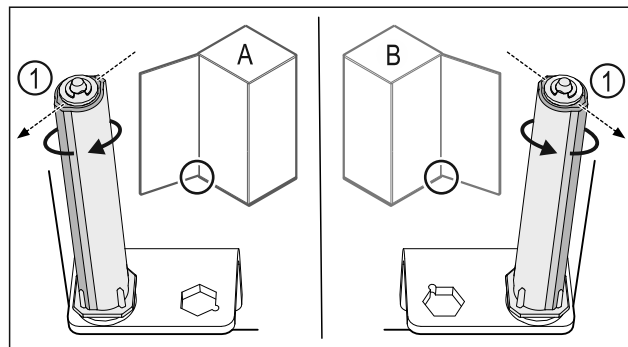

Fig. 28 Отваряне наляво (A) / отваряне надясно (B)
- ▶ Въртете затварящата система срещу съпротивлението, докато реброто на затварящата система Fig. 28 (1) сочи навън.